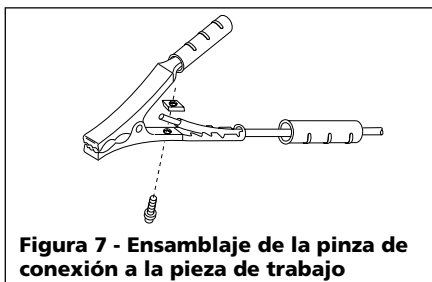

Figura 7 - Ensamblaje de la pinza de conexión a la pieza de trabajo
2. Deslice el cordón (marcado WORK en la tapa frontal de la soldadora) a través del mango de la pinza y el cable pelado debajo de la pinza. Apriete el perno hex y cerciórese que el cable pelado esté bien sujeto (Vea la Figura 7).